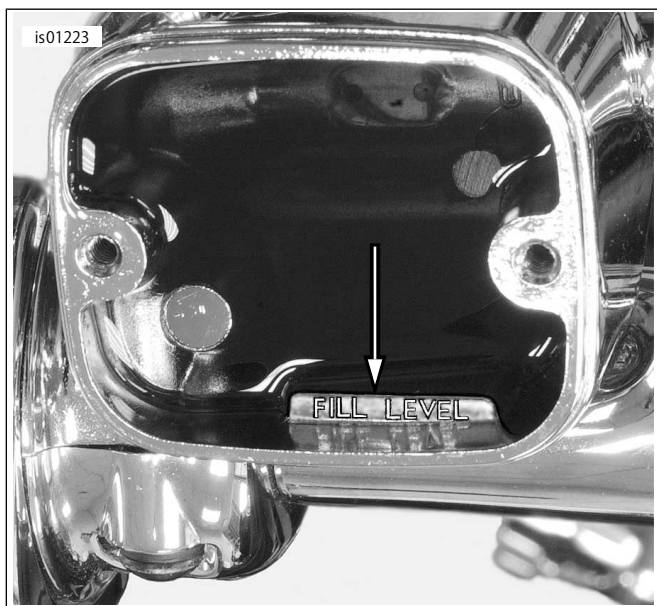

図6. 充填レベル
3. 「図6」を参照してください。サービスマニュアルで指定しているグレードのブレーキフルードを、クラッチマスターシリンダーリザーバーに追加します。古いブレーキフルードを再利用しないでください。コンテナに密封されたブレーキフルードのみを使用します。初回の充填レベルはFILL LEVEL (注入レベル)表示を超えてはなりません。
6. 「図6」を参照してください。車両を直立の位置にして、リザーバーをFILLLEVEL (注入レベル)まで補充し、一定して流れているクラッチフルードがバンジョーフィッティングから流れ出て、リザーバーのフルードレベルがFILL LEVEL (注入レベル)になるまで、前の手順を3回以上繰り返します。